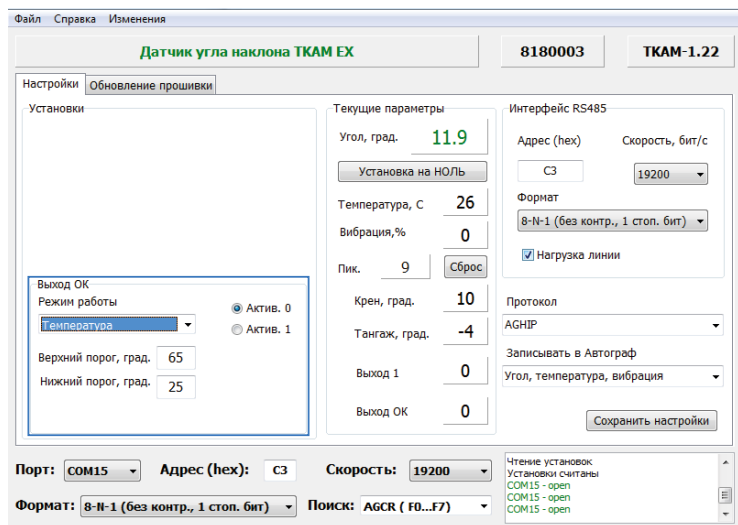

Рис.20. Настройка режима «Температура».
**Для режима «Температура» настройте следующие параметры (Рис.20):**